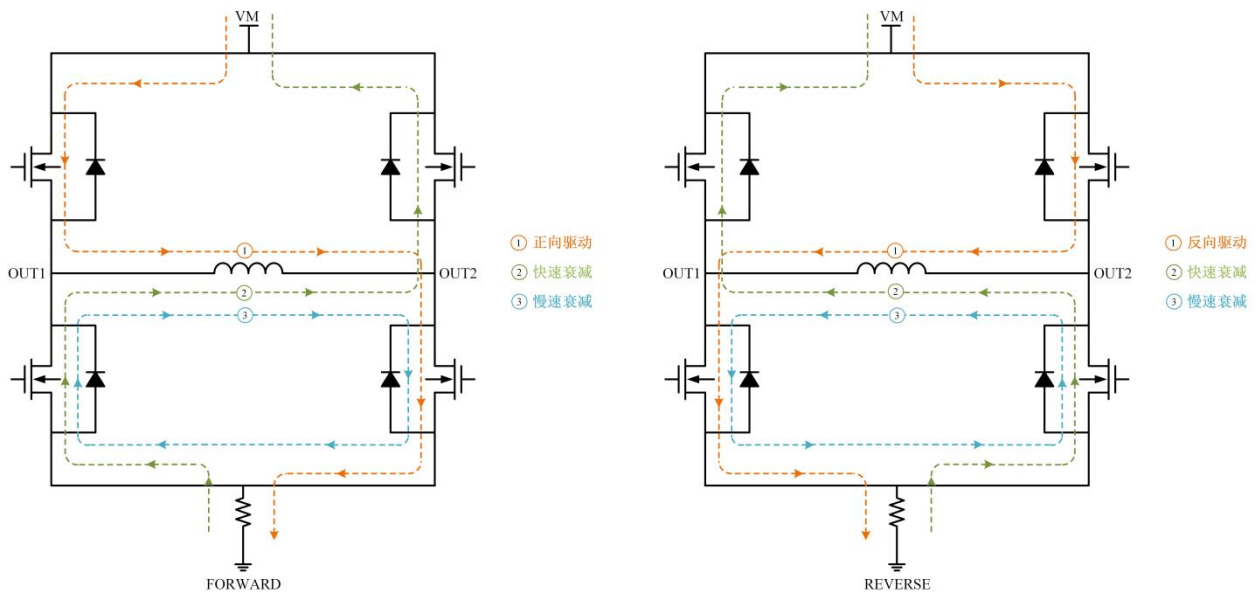

图 3. CS5850BO H 桥驱动电流路径图
例如, 当 $V_{REF}=3V$, 并且 $R_{ISEN}=0.2\Omega$ 时, 无论电机扭矩如何变化, CS5850BO 始终会将电机的峰值电流限制在 1.5A。当 CS5850BO 输出端的峰值电流达到 I_{TRIP} (A) 时, 将开启电流混合衰减模式: 在固定的关断时间 (t_{OFF} , 通常为 $25\mu s$) 内, 前 50% 的 t_{OFF} 时间采用快速衰减模式, 剩余 50% 的 t_{OFF} 则切换至慢速衰减模式。该过程中 H 桥的电流路径可参考图 3。